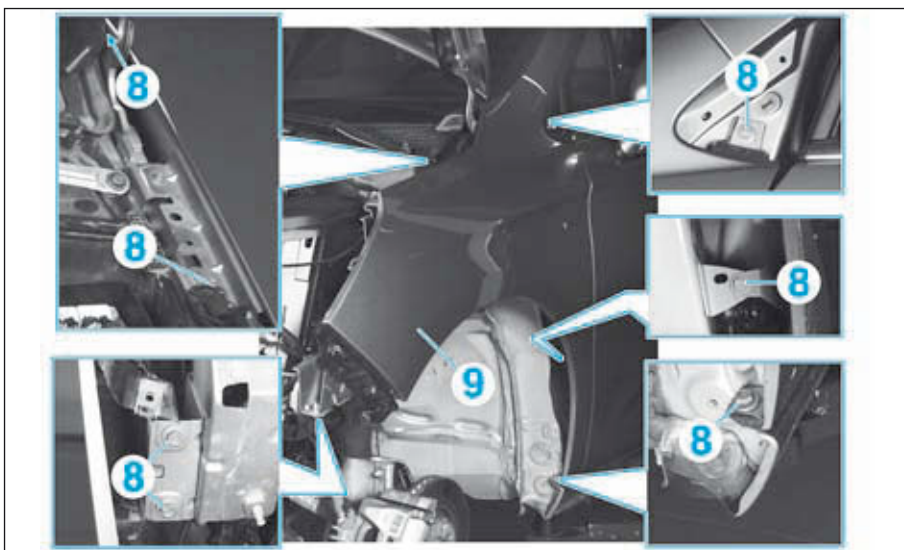

FIG.95
- Déposer (Fig.95) :
- les vis (8),
- l'aile avant (9).